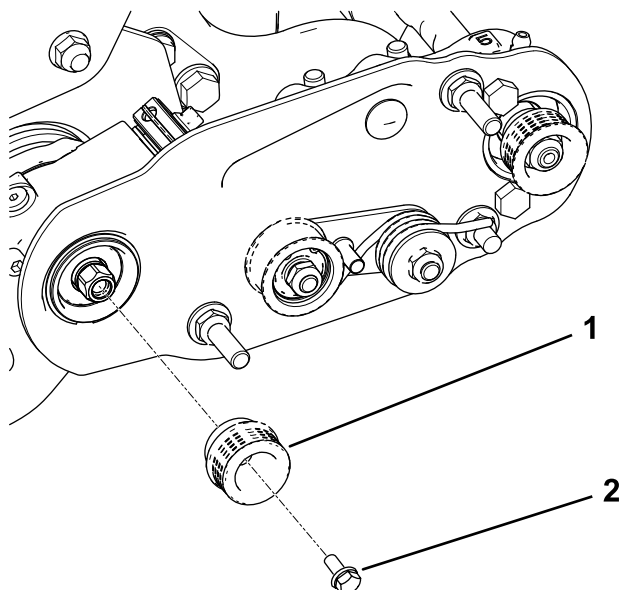

Figura 13
2. Instale la polea motriz en el eje del groomer (Figura 13).
3. Aplique Loctite 242 (azul) al perno con arandela prensada, y utilice el perno para sujetar la polea al árbol de transmisión; consulte Figura 13.